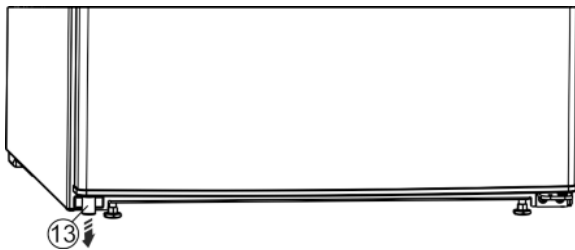

Fig. 4
- Unten links das Distanzteil Fig. 4 (13) aus der Tür herausnehmen.